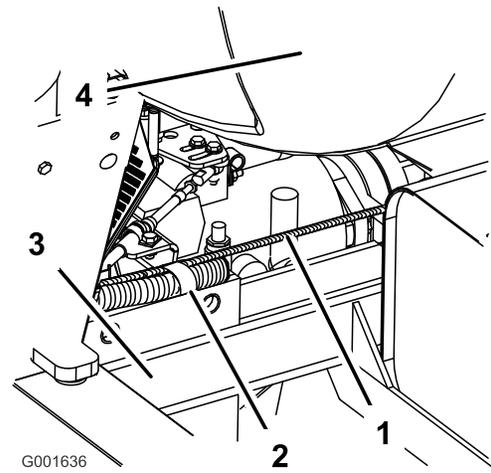

Figura 13
Nota: El arnés de cables debe pasar junto al lado izquierdo del bastidor hacia atrás, y por encima del bastidor detrás del asiento (Figura 13).
2. Introduzca el arnés en la abrazadera en R situada detrás del asiento del conductor y encima del bastidor (Figura 13).